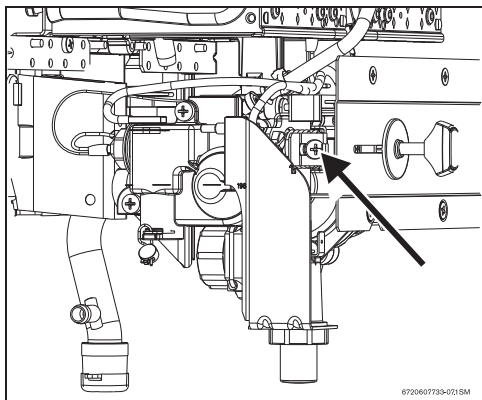

Рис. 7 Винт регулировки мин. расхода газа
- ▶ При помощи регулировочного винта (рис. 7), отрегулировать давление по таблице 5.